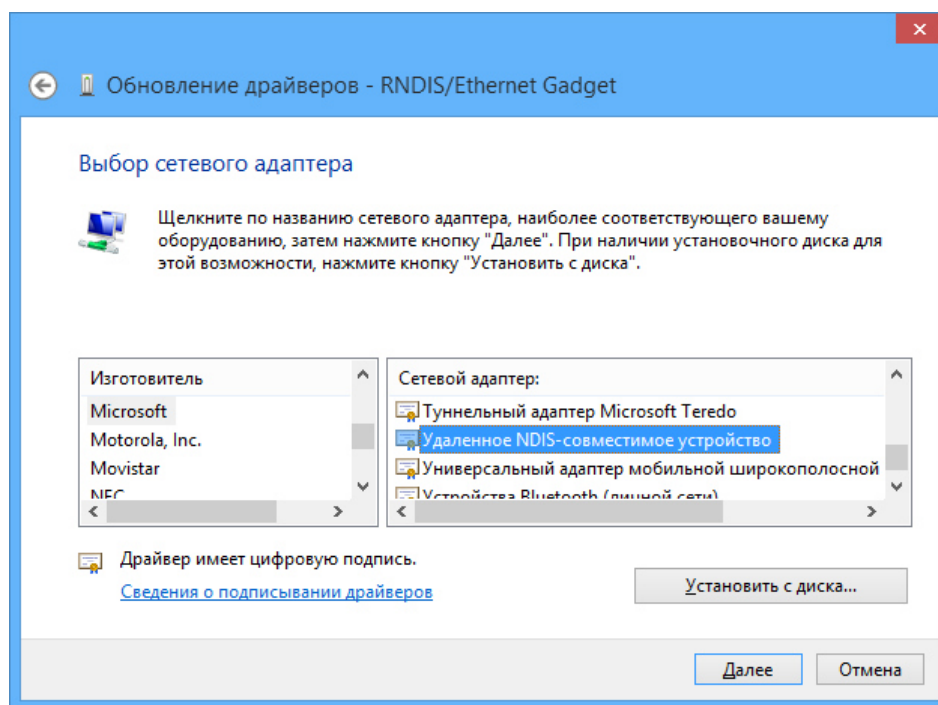

Рисунок 2.8 – Выбор драйвера для «RNDIS/Ethernet Gadget»
8. В разделе «Сетевые адаптеры» выбрать производителя устройств «Microsoft» (в некоторых случаях "Корпорация Майкрософт") в левом списке и для этого производителя «Удалённое NDIS-совместимое устройство» из правого списка уже установленных драйверов (рисунок 2.8). Нажать кнопку «Далее».